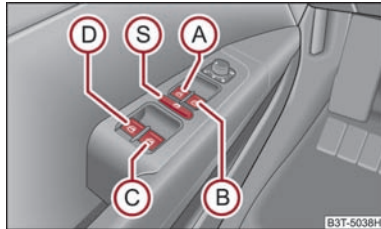

Abb. 40 Tasten in der Fahrertür
Die Schalter für die einzelnen Fenster befinden sich in der Armlehne des Fahrers ⇒ Abb. 40, Beifahrers und in den hinteren Türen ⇒ Abb. 41.
Sie können durch Drücken des Sicherheitsschalters Ⓢ ⇒ Abb. 40 die Tasten der Fensterheber in den hinteren Türen außer Funktion setzen. Durch wiederholtes Drücken des Sicherheitsschalters Ⓢ sind die Tasten der Fensterheber in den hinteren Türen wieder in Funktion.
- Werden auf den Rücksitzen Kinder befördert, wird empfohlen, die elektrischen Fensterheber der hinteren Türen außer Funktion zu setzen (Sicherheitsschalter) Ⓢ ⇒ Abb. 40.